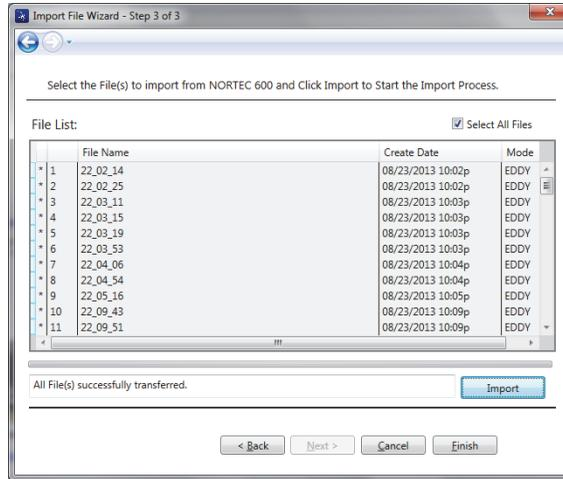

Figure 6-5 Processus d'importation terminé
- Une fois les fichiers transférés, cliquez sur **Finish** pour quitter l'assistant (voir la Figure 6-5 à la page 322).